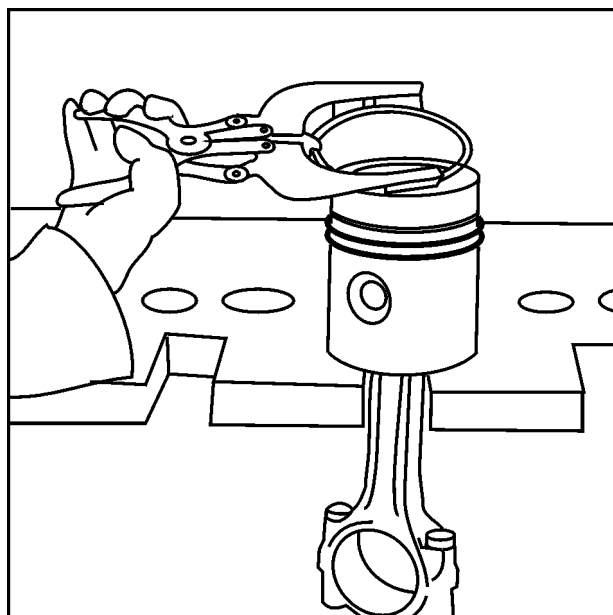

FIG 1
1. Remova os anéis de segmento com alicate expensor, ferramenta nº 81 30 005, **Fig. 1.**